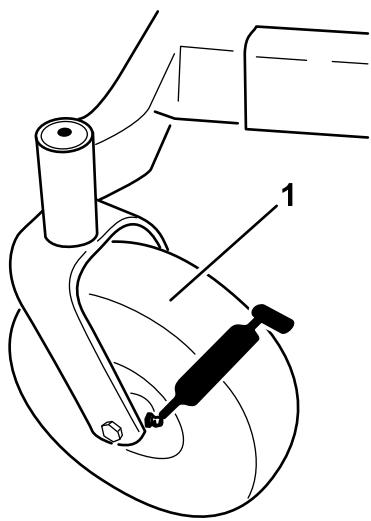

Figure 28
3. Nettoyez les graisseurs avec un chiffon (Figure 27 et Figure 28). Grattez la peinture qui pourrait se trouver sur le devant des graisseurs.
4. Raccordez une pompe à graisse à chaque graisseur (Figure 28 et Figure 27). Injectez de la graisse dans les graisseurs jusqu'à ce qu'elle commence à sortir des roulements.